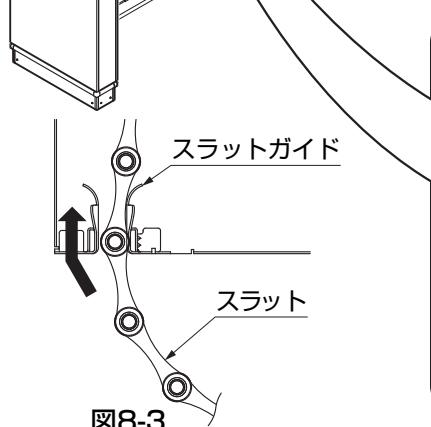

図8-3
④割りピンを抜いて、ゆっくりスラットを巻上げてください。このときガイドレールがまだついていないので、スラットを手でブラケットのスラットガイドに誘導してください。 (図8-3参照)